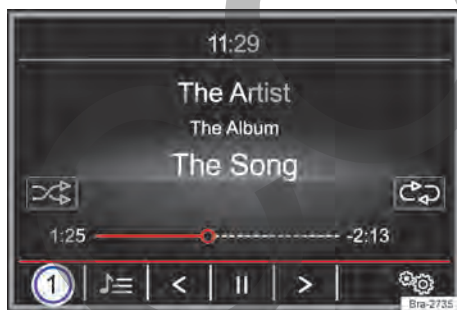

Fig. 117 Menú principal MEDIA.
- **O**: tocar en la superficie de función → fig. 117 **1** y seleccionar la fuente de medios deseada.